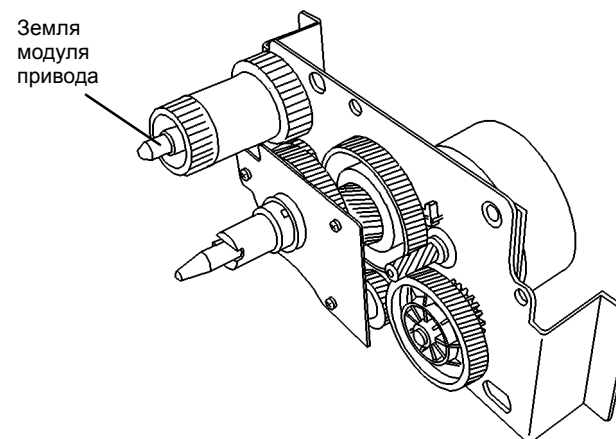

Рисунок 11 Штырь заземления модуля привода
- c. Почистите штырь заземления модуля привода (Рисунок 11) и установите модуль привода на место.